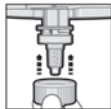
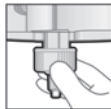

Fig. 3:
Fig. 4.1:
5. Se a ponta misturadora estiver corretamente posicionada (Fig. 3), empurre o anel de fixação até enconstar na ponta misturadora e gire-o para a direita (1/4 de volta) até estar seguramente travado. (Fig. 4.1, 4.2, 5)